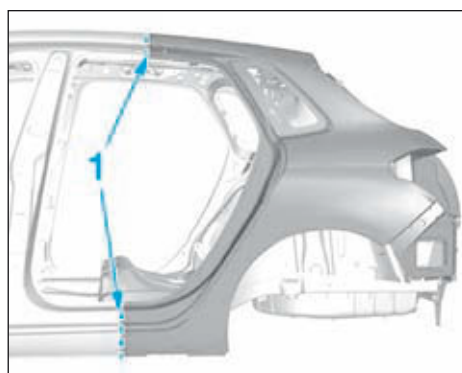
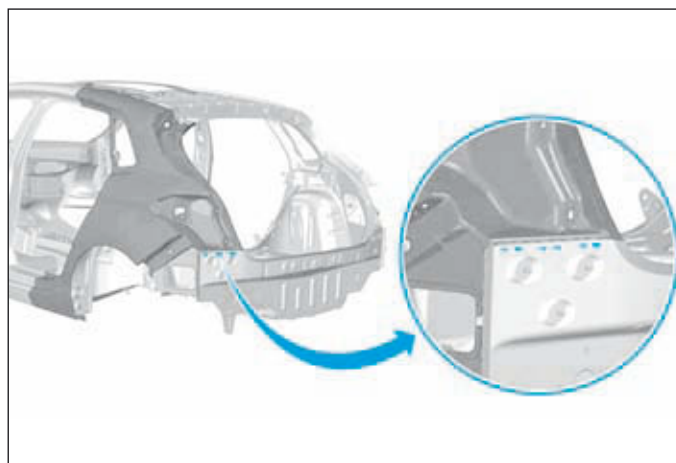

FIG.91
FIG.92
- cordons MAG en (1) puis meuler les cordons de soudure (Fig.91) et (Fig.92),